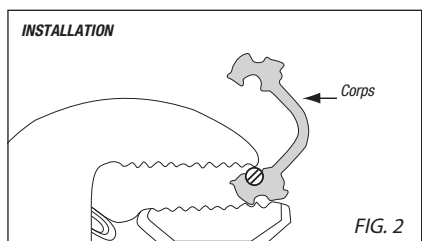

FIG. 2
2. Placez chacun des conducteurs dans les gorges du CORPS. Poussez sur les conducteurs avec une pince pour les aligner et les asseoir dans les gorges (figure 2).